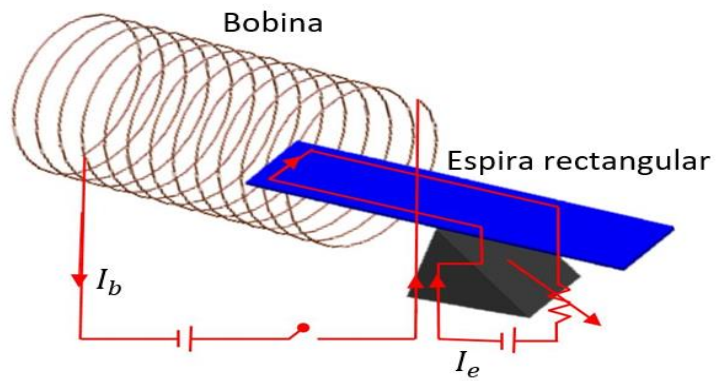

Figura 2. Montaje experimental.
2. Conecte la fuente de corriente directa a la espira y ajuste una corriente inicial de 1 A de tal forma que la balanza se desequilibre del lado mostrado en la **figura 2** por acción de la fuerza magnética.